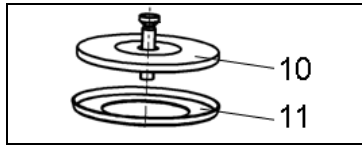

Abb. 7: Ausrichtung der Dichtlippe (11) zu Druckscheibe (10)
- i** Zur Ausrichtung der Dichtlippe (**11**) siehe Abb. 7.